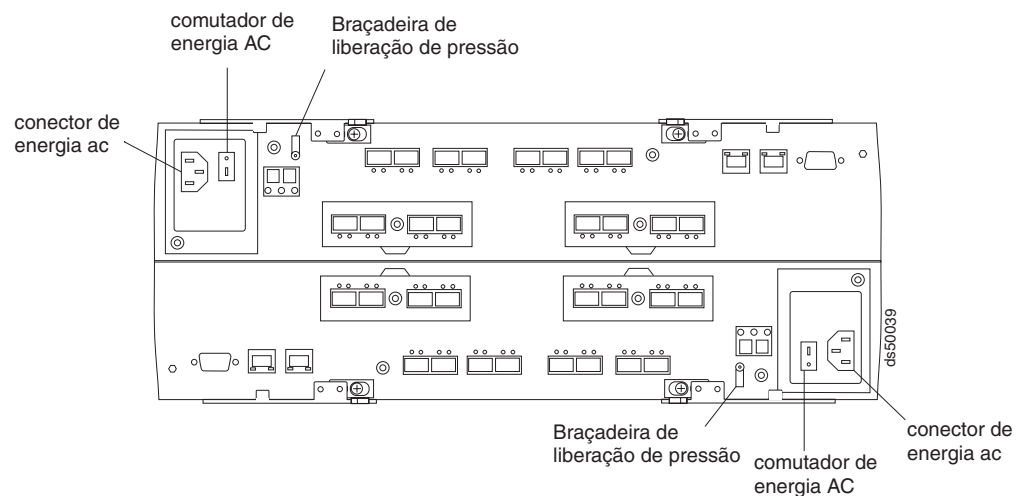

Figura 88. Interruptor de alimentação AC e conector de alimentação AC
2. Caso ainda não tenha feito isso, desligue todos os botões liga/desliga em cada subsistema de armazenamento e cada gabinete de expansão de armazenamento no gabinete. A Figura 88 mostra os locais dos botões liga/desliga e conectores no subsistema de armazenamento.